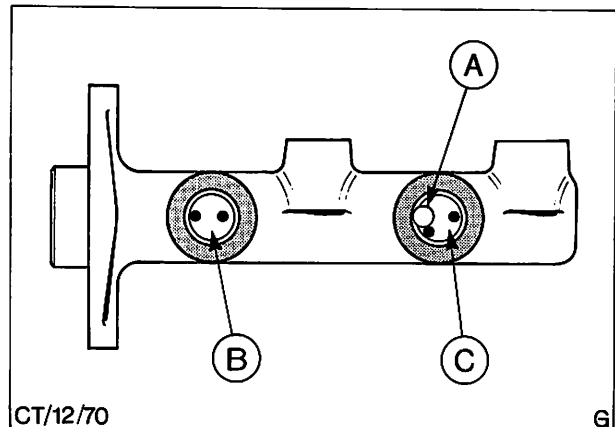

Abb. 73 A = Kolbenanschlagstift
3. Kolben eindrücken, um den Kolbenanschlagstift zu entlasten, dann Anschlagstift entfernen, Abb. 73.
15. Kolben eindrücken und Kolbenanschlagstift in die Sekundäreinlaßöffnung einsetzen, Abb. 73.